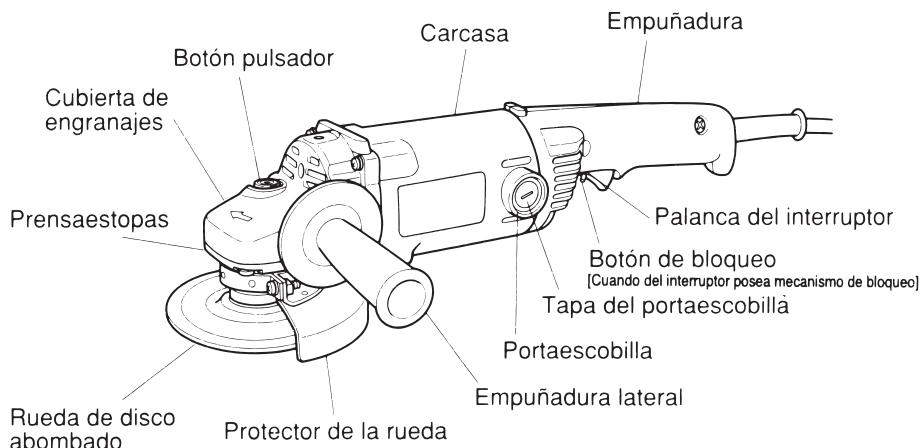

Fig.1
**1. Sujete firmemente la amoladora por la empuñadura del cuerpo y la empuñadura lateral (Fig. 1).**